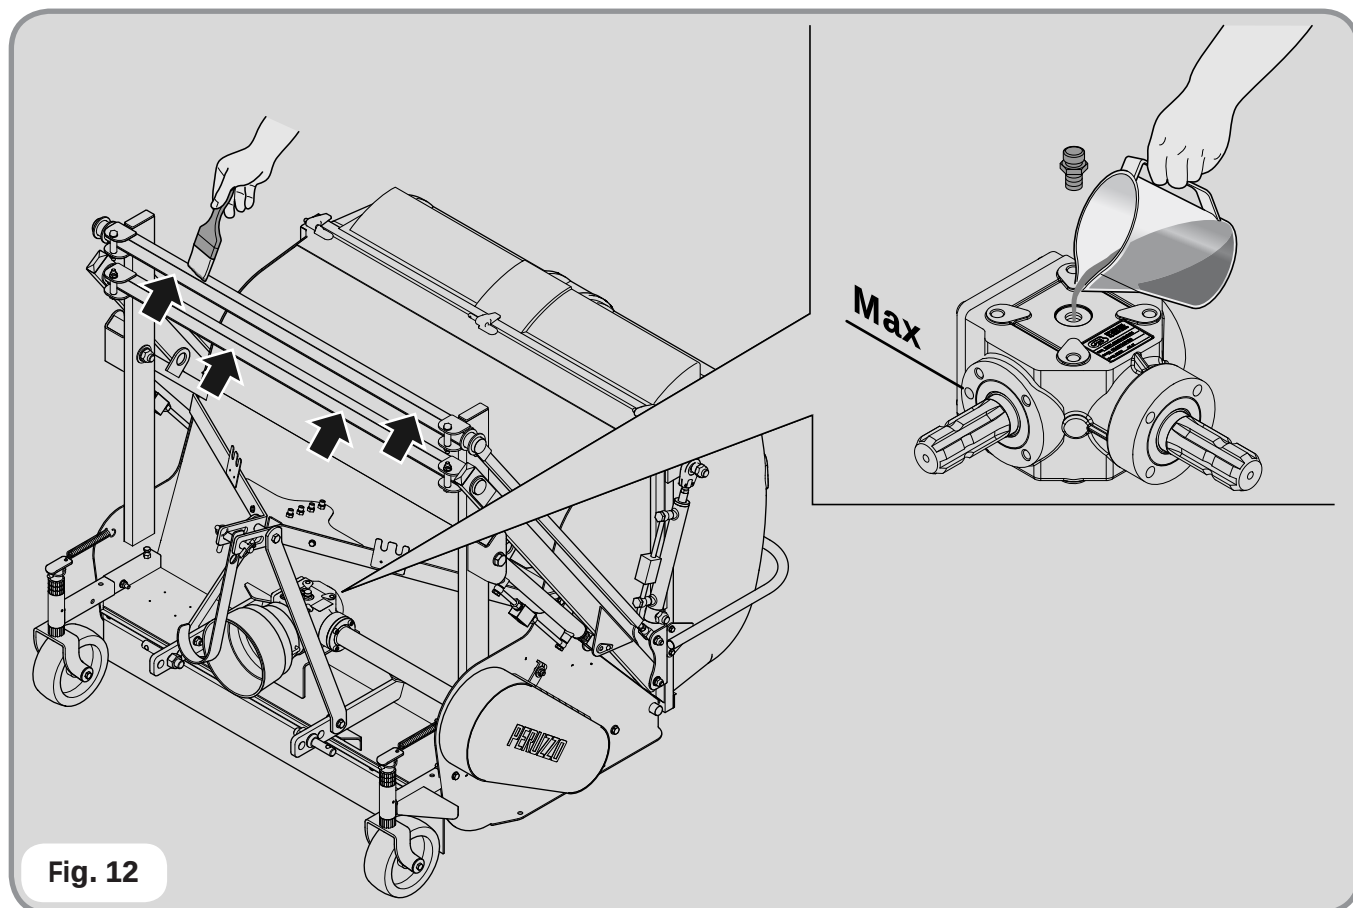

Fig. 12
- **Ingrassare le barre di rotazione. Vedi fig. 12.**
- Oelstand des Uebersetzungsgetriebes mittels des dazu bestimmten Pfropfens kontrollieren. Siehe **Abb. 12**.
- **Ingrassare le barre di rotazione. Vedi **fig. 12**.**
- Vérifier le niveau de l'huile de renvoi d'angle à travers le bouchon. Voir **fig. 12**.
- Grease the spin bars. See **fig. 12**.
- Check the oil level in the gear box through the proper cap. See **fig. 12**.
- Ingrassare le barre di rotazione. Vedi fig. 12.
- Controllare il livello olio del moltiplicatore per mezzo dell'apposito tappo. Vedi fig. 12.